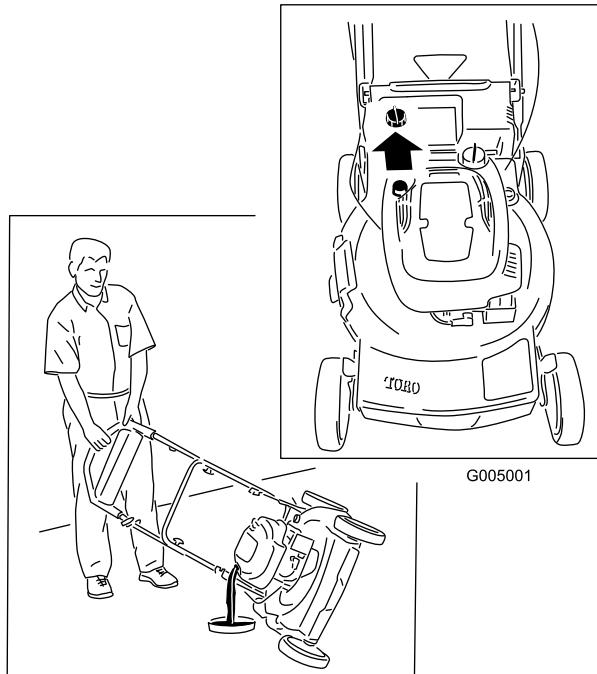

Figure 34
3. Inclinez la tondeuse sur le côté (filtre à air en haut) pour vidanger l'huile usagée par le goulot de remplissage (Figure 34).